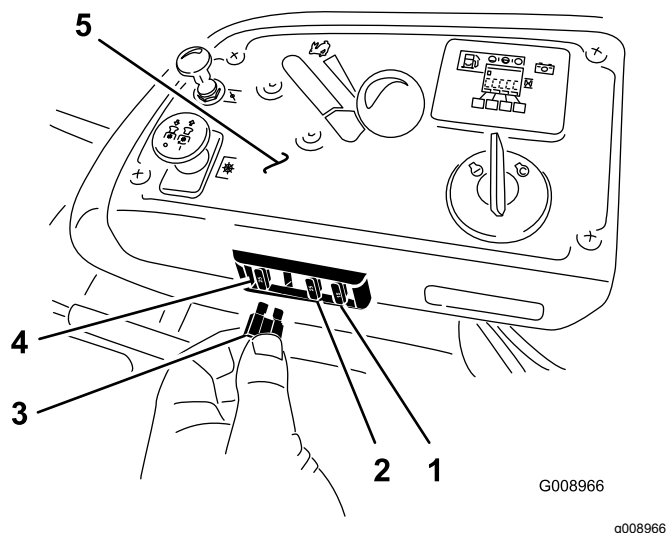

Figura 61
1. Los fusibles están situados en la consola de la derecha, junto al asiento (Figura 61).
3. Instale un fusible nuevo (Figura 61).